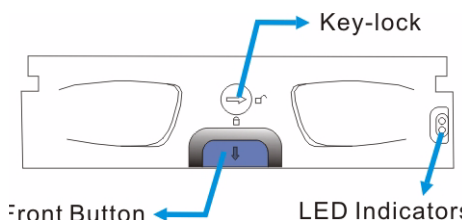

图 6.1 驱动器盒前视图
1. 将钥匙锁旋至打开位置。如果钥匙锁表面的凹槽为水平方向，则表示钥匙锁处于打开状态。（参见图 6.1）